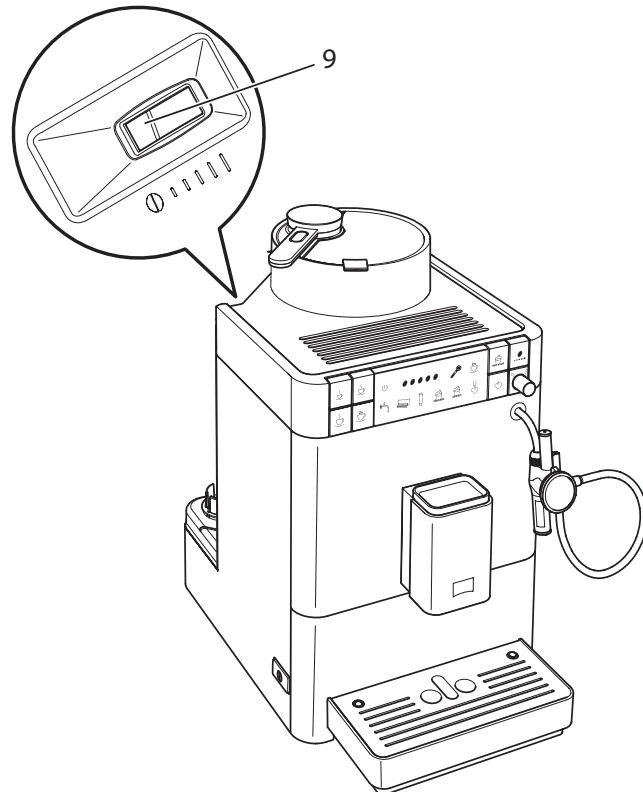

Abb. 14: Hebel für die Einstellung des Mahlgrads (Caffeo® Varianza® CS)
2. Stellen Sie den Hebel nach links oder nach rechts, wie auf Abb. 14 abgebildet.